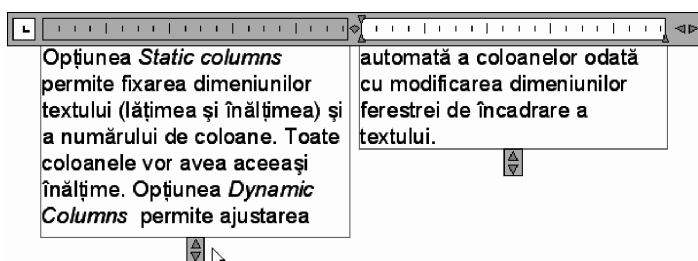

Fig. 6.35 Modificarea înălțimii blocului de text
5. Se acționează săgețile din partea de jos a textului, pentru a modifica înălțimea zonei de text și, odată cu aceasta, a aspectului coloanelor, ca în Fig. 6.35.